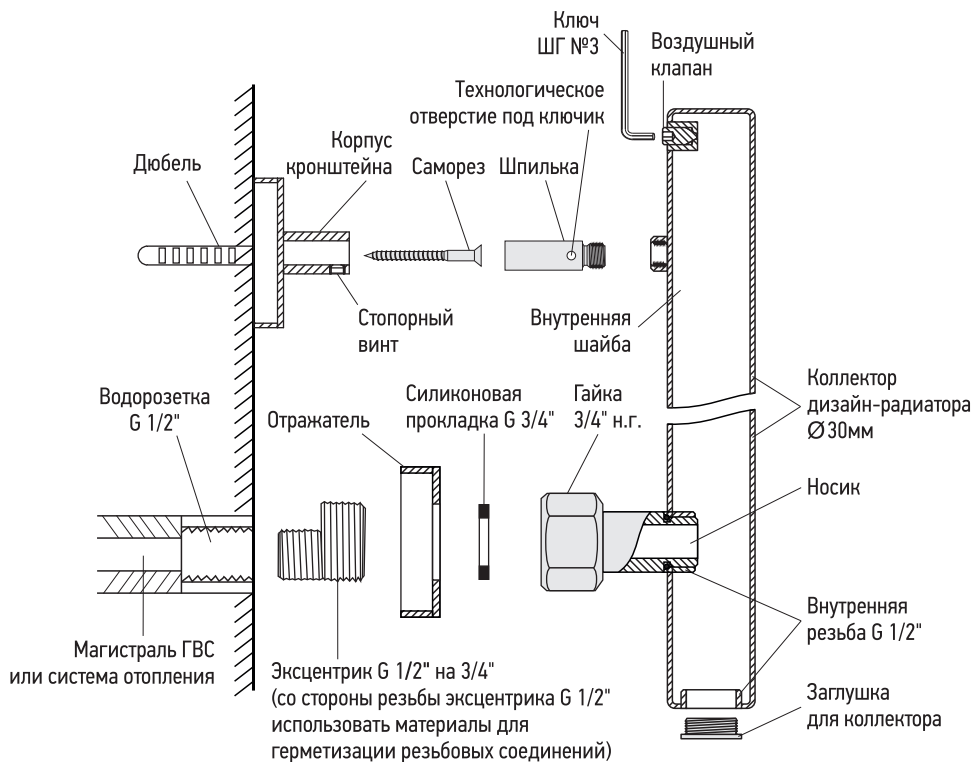

Рис. 2
### 3.3. Комплектация. Полотенцесушитель комплектуется согласно схеме монтажа (рис. 2):
4.5. Сборку и установку изделия производить согласно схеме (рис. 2, 3).
4.5.3. Осуществить примерочный монтаж изделия с целью разметки мест под крепления корпуса кронштейна. Для этого накрутить накидные гайки носиков на эксцентрики, состыковать шпильки кронштейна со стеной и произвести разметку (рис. 2).
4.5.4. Демонтировать изделие и закрепить корпус кронштейнов на стене с помощью саморезов и дюбелей (идут в комплекте) (рис. 2).